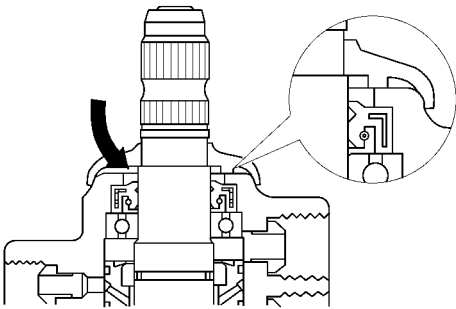

图 16-80 安装防尘罩
(15) 安装防尘罩。按图 16-80 所示位置注入多功能润滑脂，然后装上防尘罩。
(16) 安装齿条保护罩、卡夹和夹扣。
(17) 安装左右转向压力管。装上两个新的管接头座，使用动力转向机壳螺母扳手和力